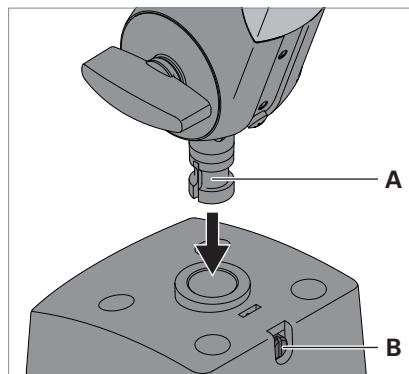

рис. 2: Смонтируйте светильник на креплении.
- ▶ Вставьте цапфу **A** в отверстие крепления на штативе светильника, смотри рис. 2.
- ▶ Для фиксирования штатива, затяните винт **B**, смотри рис. 2.